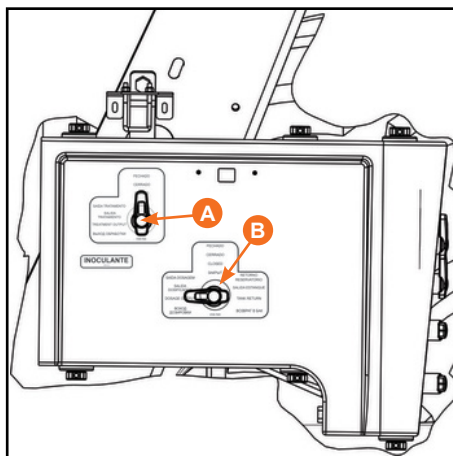

Figura 66
- Coloque o copo calibrador na saída de dosagem do produto, mova o registro (A) para a posição *Fechado* e o registro (B) para a posição *Saída Dosagem* (Figura 66).
- Após exato 1 minuto, mova o registro B para a posição *Retorno Reservatório* (Figura 66);